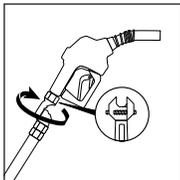

Ilustración 2
- **Solución:** Desconecte la manguera de la pistola surtidora, vuelva a conectar la manguera y ajústela. (Vea la ilustración 2)